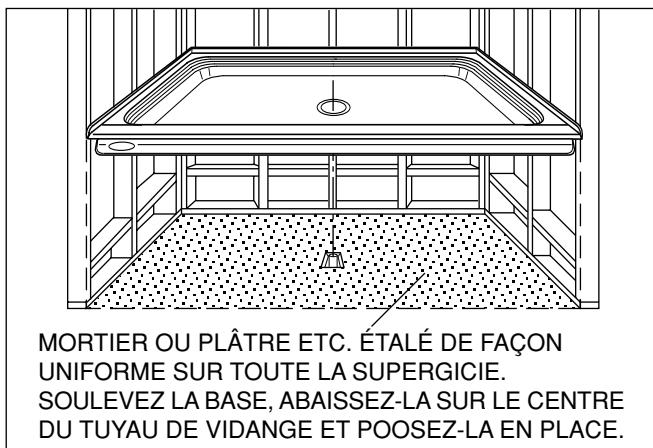

Figure 1
**Étape 1.** Si le sous-plancher est le niveau, aucune autre préparation n'est nécessaire. Vous pouvez continuer à installer la base. Mettez la base de la douche à niveau en étendant de la pâte de nivellement, du mortier, du plâtre ou une mousse structurée à expansion minimale avec une densité minimum de 5 livres/pied cubique **ÉGALEMENT** sur **TOUTE** la surface d'installation. (Voir la figure 1.) REMARQUE : La pâte utilisée **DOIT** entrer en contact avec toute la surface sous de la base. La base ne doit **PAS** être soutenue par la collerette.
Si le sous-plancher est le niveau, aucune autre préparation n'est nécessaire. Vous pouvez continuer à installer la base. Mettez la base de la douche à niveau en étendant de la pâte de nivellement, du mortier, du plâtre ou une mousse structurée à expansion minimale avec une densité minimum de 5 livres/pied cubique **ÉGALEMENT** sur **TOUTE** la surface d'installation. (Voir la figure 1.) **REMARQUE :** La pâte utilisée **DOIT** entrer en contact avec toute la surface sous de la base. La base ne doit **PAS** être soutenue par la collerette. Les deux côtés d'une jointure ou d'un raccord doivent nivelés. Nivelez et soutenez l'ouverture (plus grande que 5 po x 5 po) pour le tuyau de vidange.